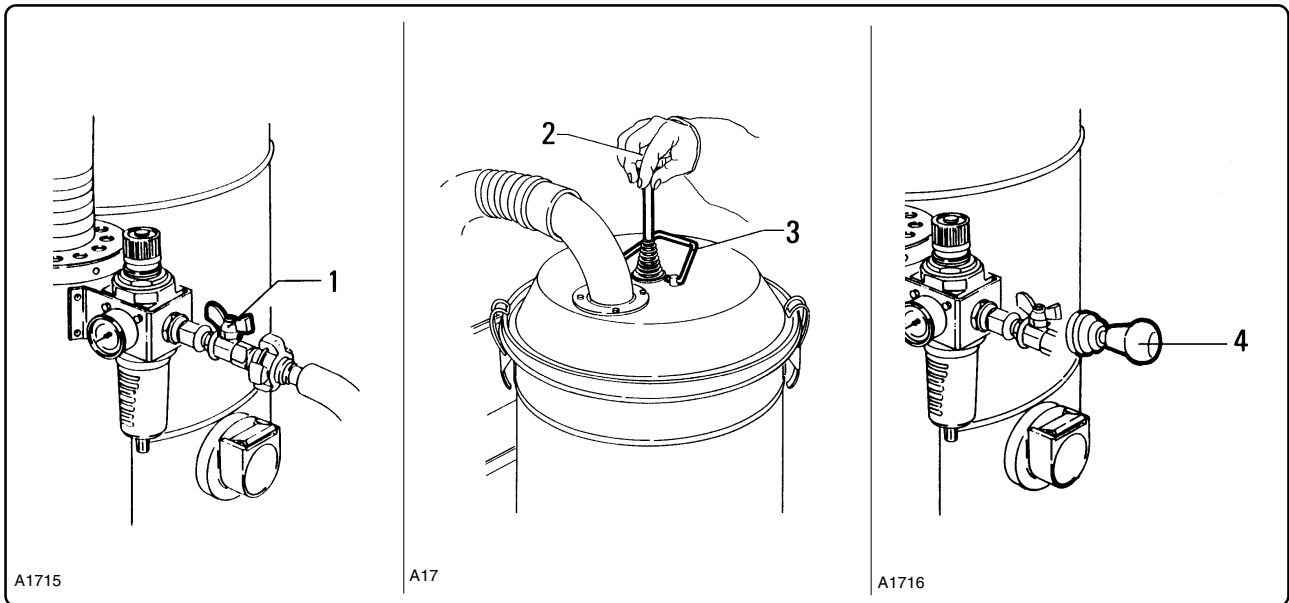

Fig. 6.5.1
**6.5 - Pulizia del filtro primario (fig. 6.5.1)**
**6.5 - Cleaning the primary filter (fig. 6.5.1)**
**6.5 - Nettoyage du filtre principal (fig. 6.5.1)**
**6.5 - Reinigung des Hauptfilters (Abb. 6.5.1)**
- Sollevare ed abbassare il pomello "2" (fig. 6.5.1) con una certa energia a più riprese in modo da staccare la polvere dal filtro.
- Strongly lift and lower knob "2" (fig. 6.5.1) several times in order to detach the dust from the filter.
- Soulevez et abaissez le pommeau "2" (fig. 6.5.1) énergiquement à plusieurs reprises de manière à décoller la poussière du filtre.
- Den Knopf "2" mit einer gewissen Kraftaufwendung heben und senken (Abb. 6.5.1), um den Staub vom Filter anzuschlagen.